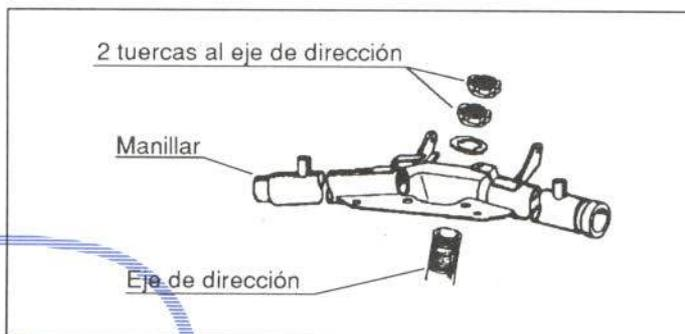

Figura 18.- Fijación del manillar
- Manillar con puños (figura 18).